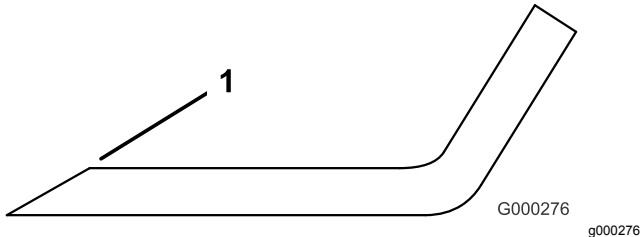

Figure 131
3. Examinez les tranchants de toutes les lames et aiguissez-les s'ils sont émoussés ou ébréchés (Figure 131).
**Remarque:** N'aiguissez que le haut du tranchant et conservez l'angle de coupe d'origine pour obtenir une coupe nette (Figure 131). Limez la même quantité de métal sur chacun des deux tranchants pour ne pas déséquilibrer la lame.